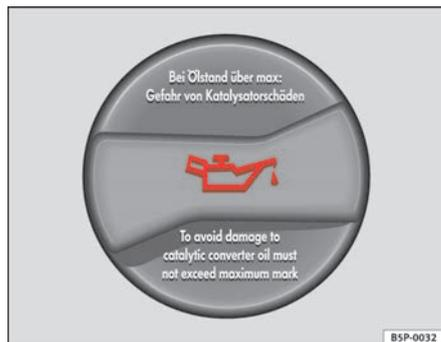

Fig. 117 Tapón de la boca de llenado de aceite del motor en el vano motor
- Desenrosque el tapón de la boca de llenado de aceite del motor ⇒ fig. 117.